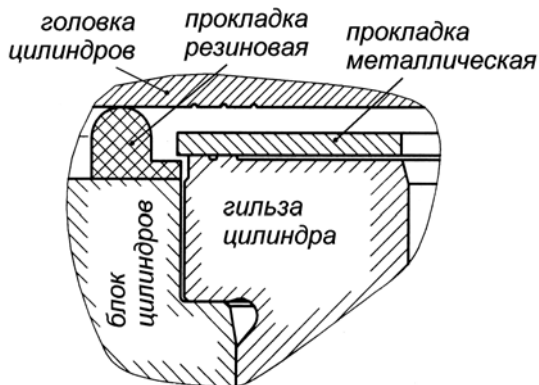

Рис. 13. Схема расположения деталей в месте уплотнения газового стыка
- Индивидуальная головка установлена на каждый цилиндр и крепится к блоку шестью шпильками, имеющими длину 209 мм и 248 мм. В головку запрессован чугунный стакан форсунки. Стакан в верхней части уплотнен резиновым кольцом. Привалочная поверхность в зоне уплотнения гильз цилиндров имеет три кольцевые проточки. Стык головки цилиндров, блока и гильзы (рис. 13) уплотняется прокладкой состоящей из металлической прокладки, уплотняющей газовый стык, и резиновой прокладки, уплотняющей масляные, водяные и штанговые полости. Металлическая и резиновая прокладка устанавливаются на штифты блока. Металлическая прокладка выпускается четырех размеров по толщине (1,1 мм; 1,3 мм; 1,5 мм; 1,7 мм) и подбирается при сборке двигателя индивидуально с целью достижения оптимального рабочего процесса в каждом цилиндре. В запасные части поставляется прокладка толщиной 1,7 мм.